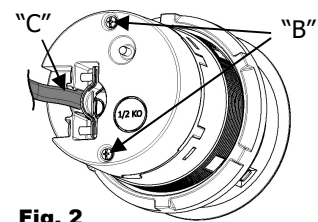
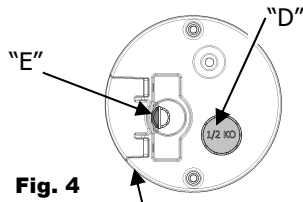

Fig. 2
Fig. 4
- For #14 AWG non-metallic sheathed cable, remove the semicircle Knockout "E" from aluminum wiring housing "A" (see Fig. 4). Remove cable jacket to expose 4 inch long wires, feed the cable through the slot, secure the cable on the jacket with the wire clamp (Fig.2), torque to 8-10 lb•in [0.9-1.1 N•m].
- Pour les câbles sous gaine non métallique n° 14 AWG, retirer la débouchure en demi-cercle "E" du boîtier de câblage en aluminium "A" (consulter la Fig. 4). Retirer la gaine du câble pour exposer les fils sur 10 cm. et faire passer le câble par la fente. Fixer le câble à la gaine avec le serre-cordon (Fig. 2), puis serrer à un couple de 0,9-1,1 N•m.
- Pour les câbles sous gaine non métallique n° 14 AWG, retire le semicercle Knockout "E" de la caja de cableado de aluminio "A" (ver Fig. 4). Quitar el forro del cable para exponer los cables 4 pulg.(10 cm), pasar el cable por la ranura. Fije el cable en el forro con la abrazadera de alambre (Fig. 2), par a 8-10 lb•in [0.9-1.1 N•m].